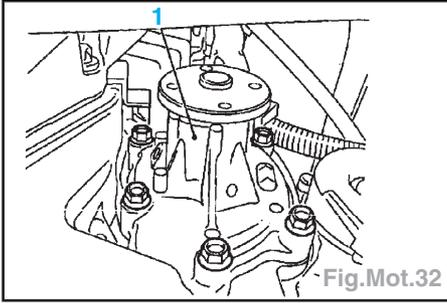

Fig.Mot.32
- la pompe à eau (5 vis) (Fig.Mot.32).